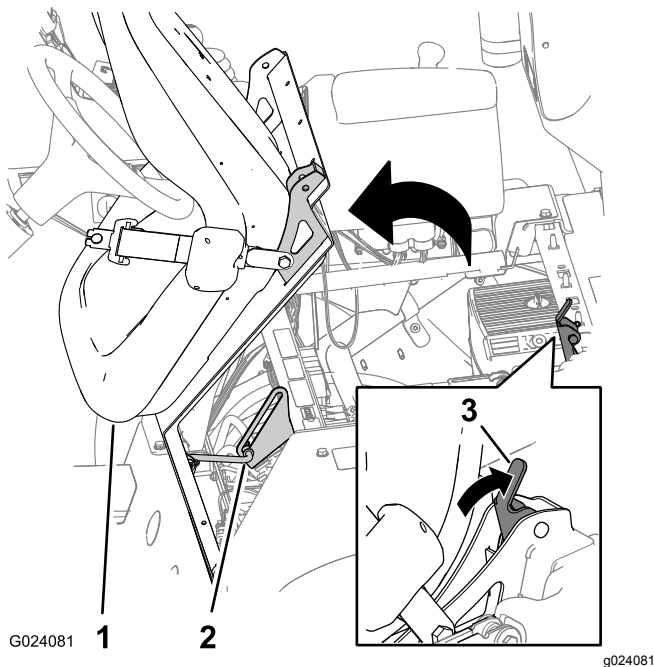

图3
2. 向后推动座椅门锁手柄打开座椅的门锁图3。
3. 向前旋转座椅和座椅底板直到支撑杆架中的支撑杆端部处于支架中槽的底部图3。